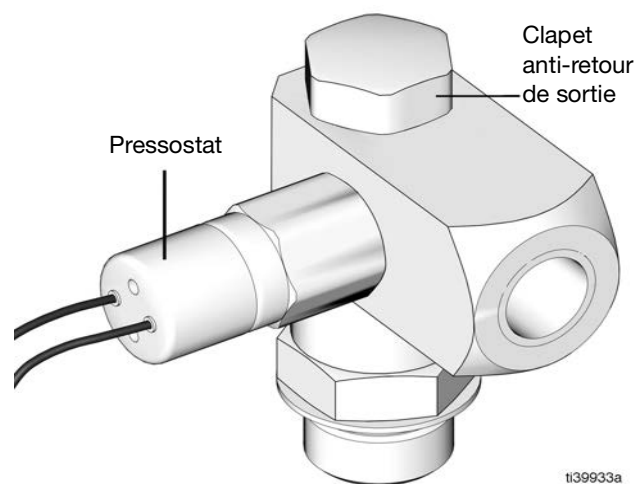

FIG. 7
Le pressostat (C) (**Identification des composants**, page 7) est réglé en usine sur 32,4 bars. Lorsque la pression du système atteint 32,4 bars, le pressostat (C) s'ouvre et arrête le moteur (FIG. 7).
La pompe est équipée d'un clapet anti-retour de sortie standard (E) (**Identification des composants**, page 7). Si un clapet anti-retour avec décompression thermique est nécessaire, achetez le PN 133097 et remplacez le clapet anti-retour standard (FIG. 7).